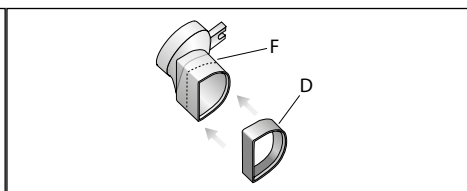

Fig. 16
- Montare la guarnizione **D** sulla riduzione **F** (Fig. 16).